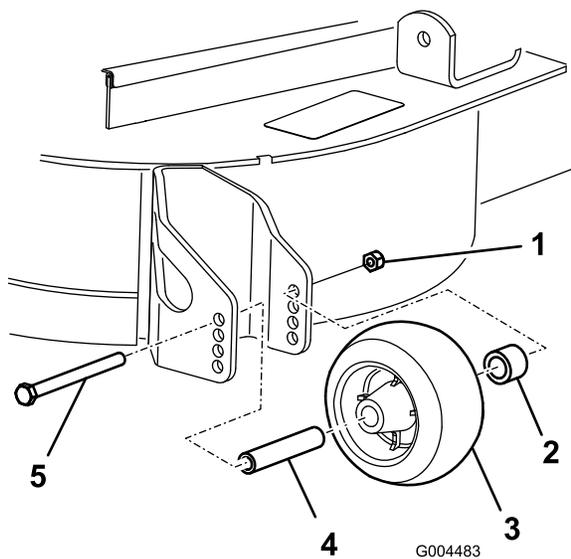

Figura 18
3. Depois de regular a altura de corte, ajuste os rolos retirando a porca flangeada, a bucha, a cunha e o parafuso (Figura 18).
5. Coloque a porca flangeada, a bucha, a cunha e o parafuso. Aperte com 54–61 Nm (Figura 18).